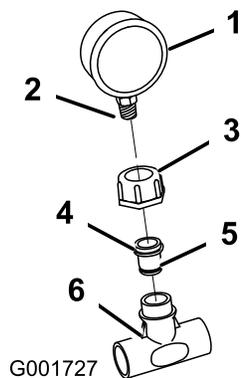

図 12
付ける。縮径アセンブリは六角レンチを使って水圧計に取り付ける（図 12）。
11. 水圧計アセンブリをプラスチック製のT字フィッティングに取り付ける（図 12）。